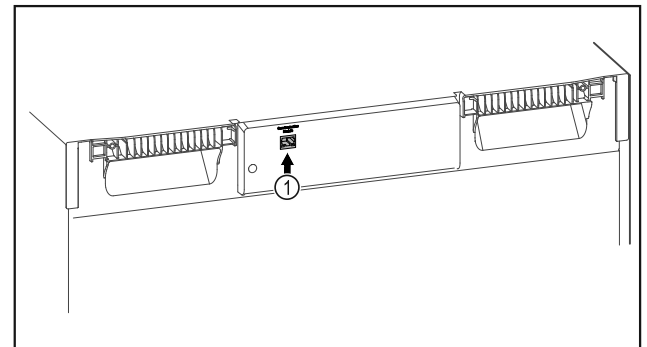

Fig. 140
- Vstavljen je SmartModule Fig. 140 (1).